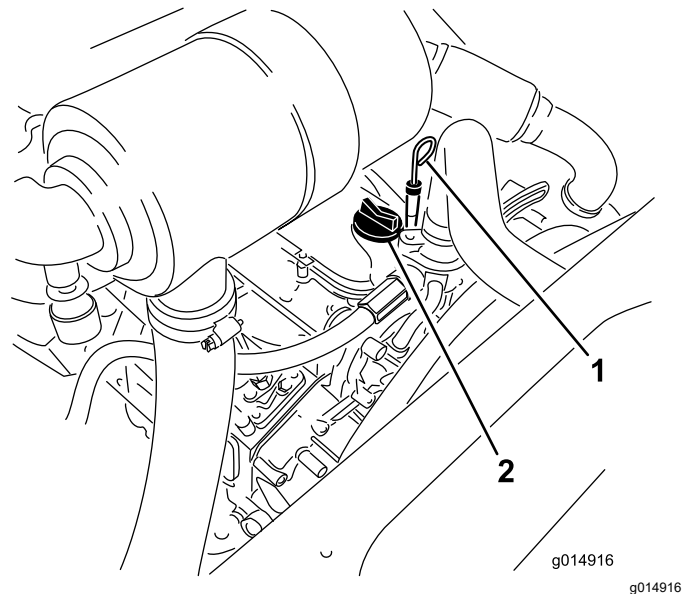

Figure 32
3. Retirez la jauge, essuyez-la sur un chiffon et remettez-la en place (Figure 32).
5. Si le niveau n'atteint pas le repère MAXIMUM, enlevez le bouchon de remplissage (Figure 32) et faites l'appoint jusqu'à ce que le niveau correct soit atteint.